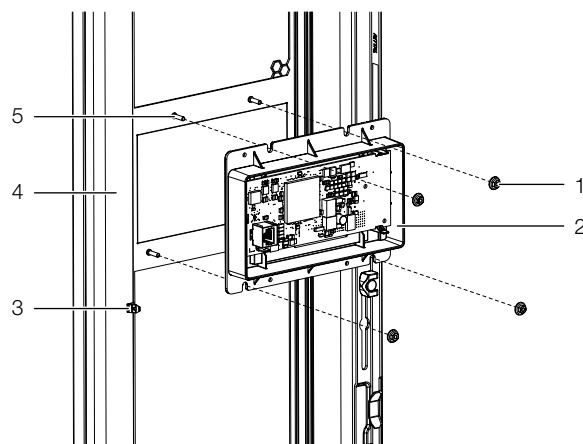

Imagen 60: Colocación y fijación del display
- Introduce el display desde el exterior en la escotadura hasta que se ajuste a la abertura frontal de la puerta (imagen 60, pos. 1) del Liquid Cooling Package.